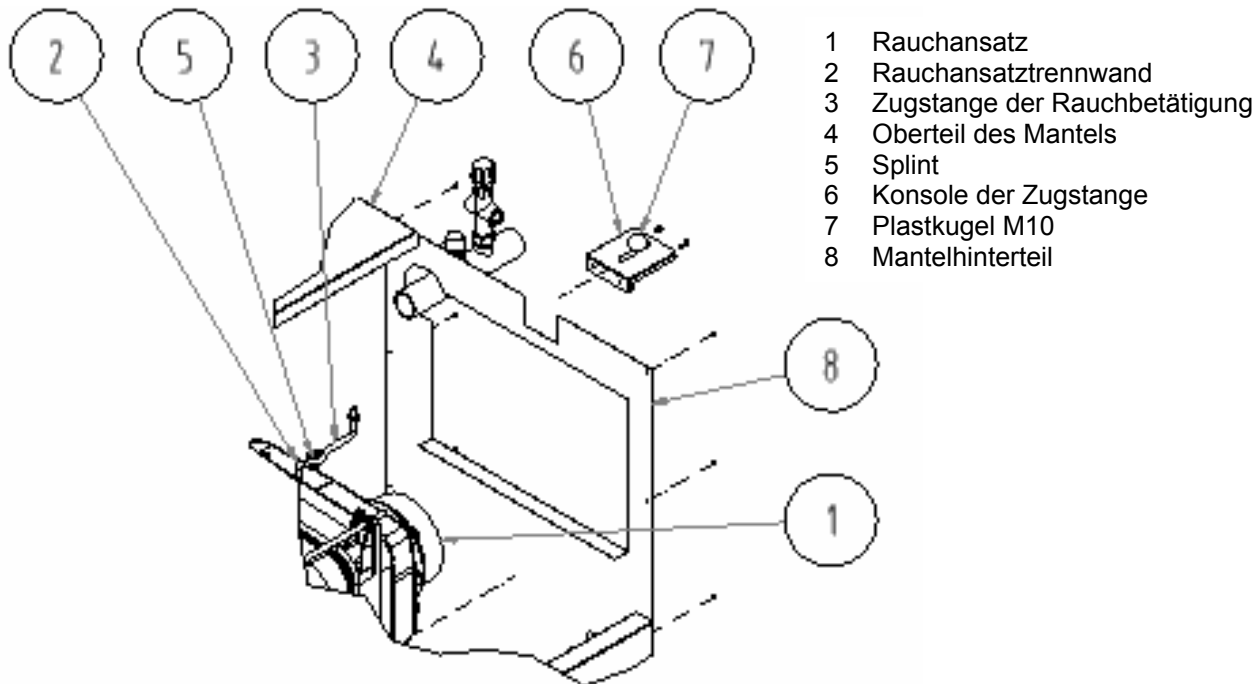

Abb. Nr. 8 Montage der Rauchzugstangenbetätigung
12. Montage der Rauchzugstangenbetätigung lt. **Abb. Nr. 8**. Bedarf der Teile: